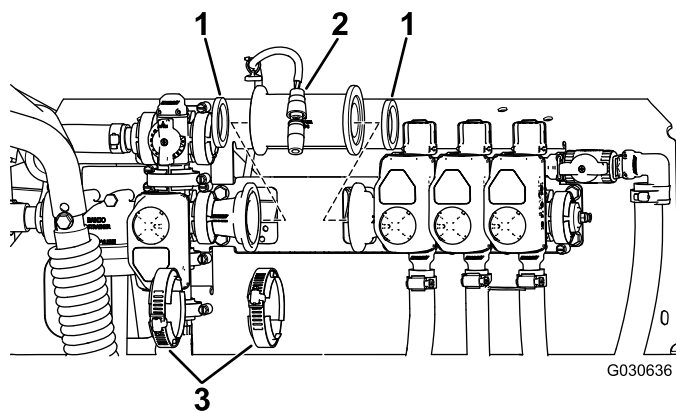

図 6
7. KZとブームバルブアセンブリの間にフローメータを直列に取り付けるフローメータについている矢印がブームバルブ3個の方に向かうように取り付けること図 6。
- A. 既存のガスケットは、KZバルブにはまるようにフローメータ側に取り付ける 図 6。